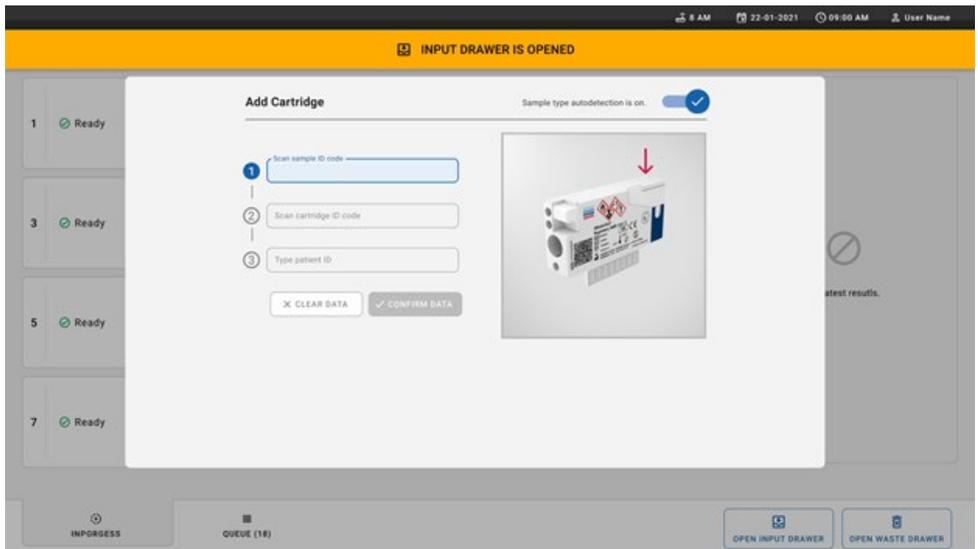

Figure 23. Écran de lecture de l'ID d'échantillon.
7. La boîte de dialogue **Add Cartridge** (Ajouter une cartouche) apparaît et le scanner situé devant l'instrument est activé. Scannez le code-barres d'ID de l'échantillon sur le dessus de la QIAstat-Dx Respiratory SARS-CoV-2 Panel Cartridge devant l'instrument (position indiquée par la flèche [figure 23]).